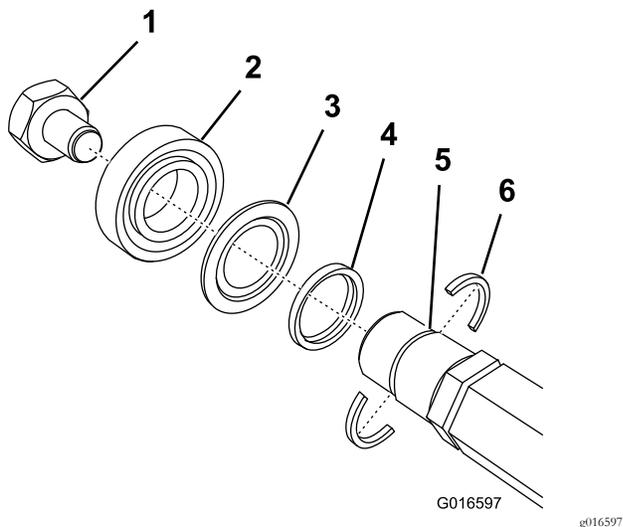

図 6
**重要** リールにベアリングを取り付ける前には、シャフトリテーナ「2本とスペーサを忘れずに所定位置に入れください 図 6。インサートナットを 136N・m (13.8kg・m = 100ft-lb にトルク締めする。